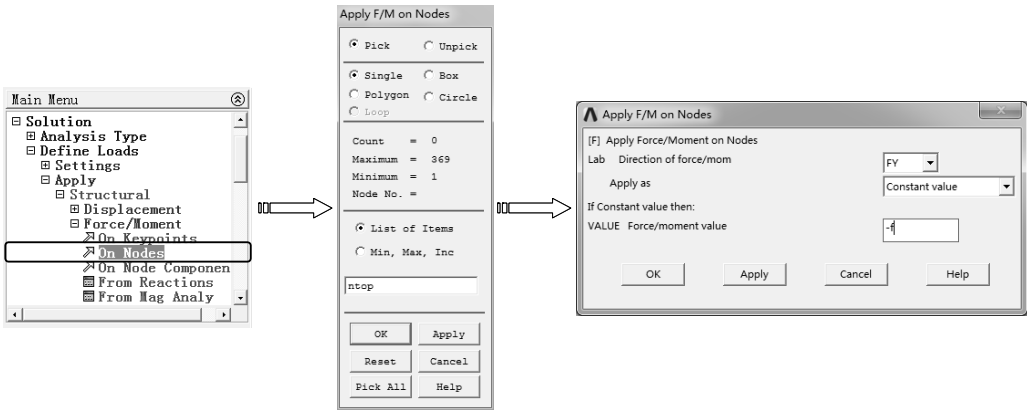

图 9-78 在节点上施加力载荷
1) 选择“Main Menu>Solution>Define Loads>Apply>Structural>Force/Moment>On Nodes”命令,弹出实体选取对话框,输入“ntop”,单击“OK”按钮选择节点,弹出“Apply F/M on Nodes”对话框,在“Direction of force/mom”下拉列表中选择载荷方向“FY”,在“Force/moment value”文本框中输入载荷数值“-f”,单击“OK”按钮施加力载荷,如图 9-78 所示。